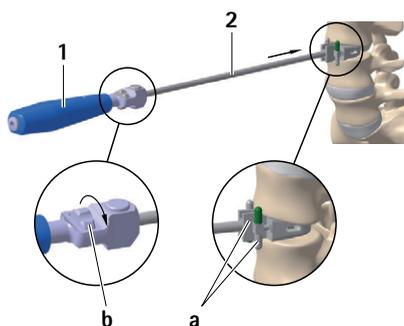

Fig. 1
- ▶ Montar la guía de cinzel **2** en el mango **1** con el ángulo y la altura deseada del implante, ver Fig. 1.
- ▶ Girar la rueda **b** en el sentido de las agujas del reloj y ajustar el bloqueo de seguridad **a** a la longitud más corta del cinzel, ver Fig. 1.
- ▶ Centrar la guía de cinzel **2** en el espacio vertebral y ajustar el bloqueo de seguridad **a** con la ayuda de radiografías a la profundidad deseada del cinzel, ver Fig. 1.